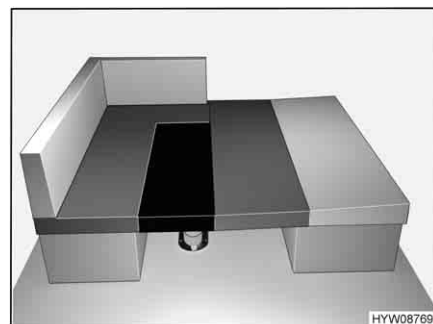

Fig. 108 Dopo la trasformazione
- Posizionare il cuscino aggiuntivo (raffigurato in nero) tra i cuscini del divano, come nella Fig. 108.